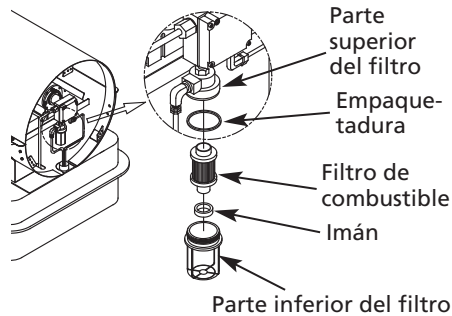

Figura 18 – Filtro de la Bomba de Combustible
- Retire el filtro de combustible, la empaquetadura y el imán de la parte inferior del filtro (consulte la Figura 18).